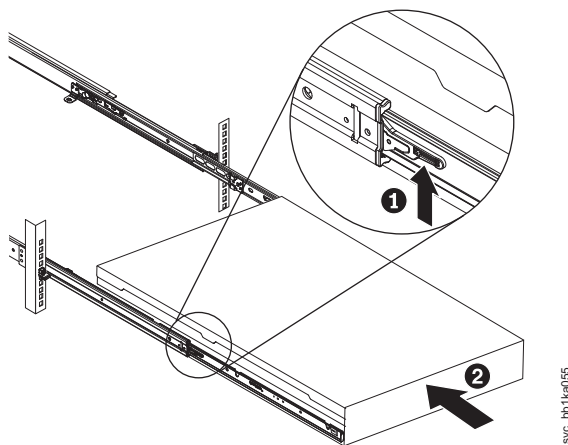

図 119. ラックのスライド・レールの ロック・レバーを上げる
12. スライド・レール上のロック・レバー (図 119 の **1**) を上げて、ノード **2** を、所定の位置にカチッと音を立てて収まるまで、ラック内に完全に押し込みます。